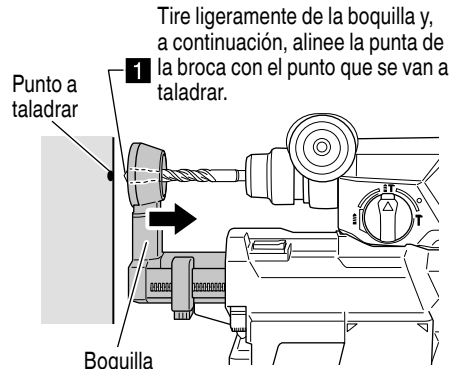

Fig. 10
- (1) Agarre la boquilla con la mano y tire de ella ligeramente hacia atrás y, a continuación, alinee la broca con el punto que se va a perforar. (Fig. 10)